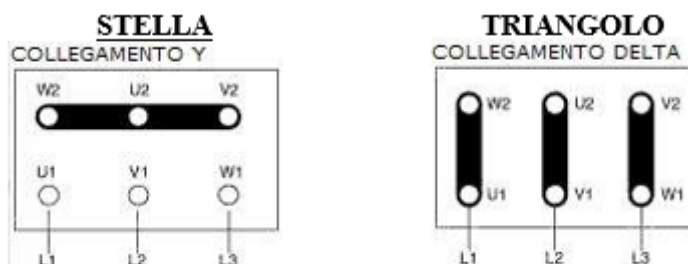

Figura 1
Le connessioni elettriche devono sempre essere eseguite da un elettricista esperto qualificato. I motori forniti devono essere alimentati con tensioni trifasi o se richiesto dal cliente, monofase. Il tipo di connessione nei motori trifasi può essere a stella (Y) o a delta (Δ) in accordo alla linea di alimentazione 400 o 230 VAC (vedere figura 1).